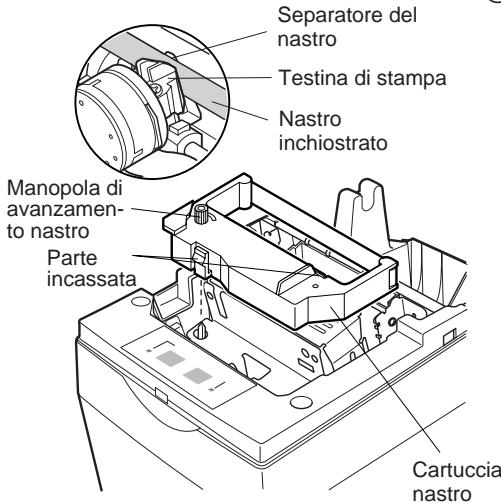

Fig. 6-2 Inserimento della cartuccia nastro
- ① Spegnere la stampante.
② Sollevare il coperchio di 3 cm circa. Tenere il coperchio inclinato a questa angolazione e tirarlo verso di sè per rimuoverlo.
③ Inserire la cartuccia nastro nella direzione mostrata nella Fig. 6-2 e premerla in basso per caricarla. Se il caricamento della cartuccia nastro non è soddisfacente, premere in basso la cartuccia nastro girando la manopola di avanzamento nastro in direzione della freccia.
④ Girare la manopola di avanzamento nastro della cartuccia nastro in direzione della freccia per eliminare l'allentamento del nastro.
⑤ Montare il coperchio con il procedimento inverso a quanto descritto al punto ② sopra.